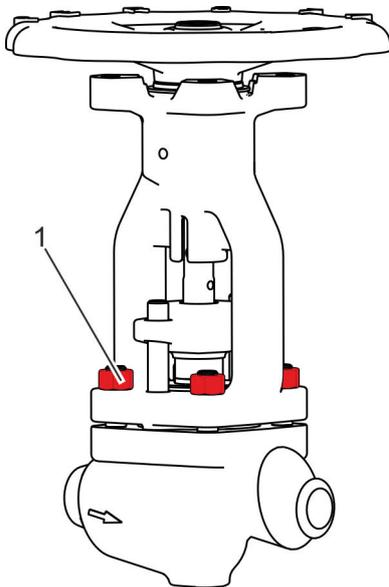

Abb. 47: Bügelauflaufschrauben verschrauben
- 31.** Bügelauflaufschrauben mit Muttern (Abb. 47/1) auf den Stiftschrauben im Gehäuse locker verschrauben.